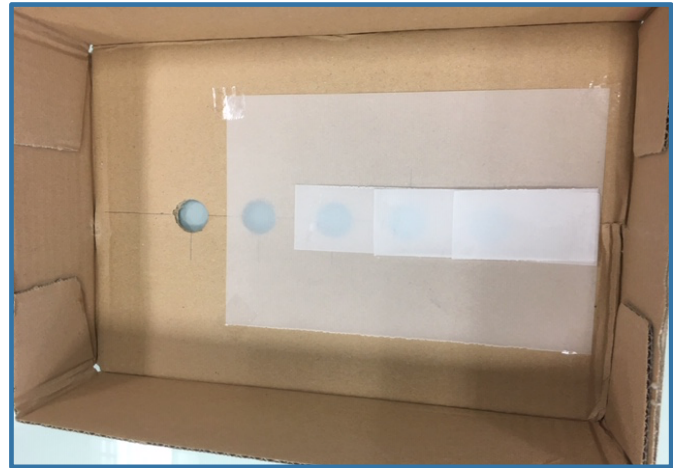

Fig 1
**(1) dispositif d'éclairage à 5 niveaux d'intensité** : une boîte en carton sera perforée avec un gabarit. Chacune des ouvertures sera : **(fig1)**